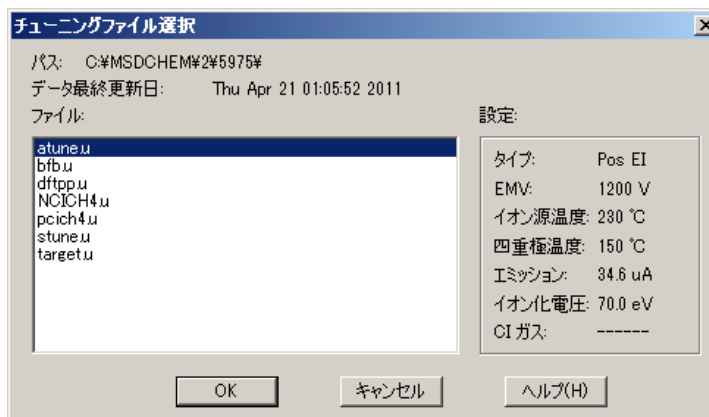

図 16 メソッドの MS チューニングパラメータファイルの選択
- 5 [OK] を選択して設定を保存し、ダイアログボックスを閉じます。[MS チューニングファイル] ダイアログボックスが開きます。図 16 を参照してください。